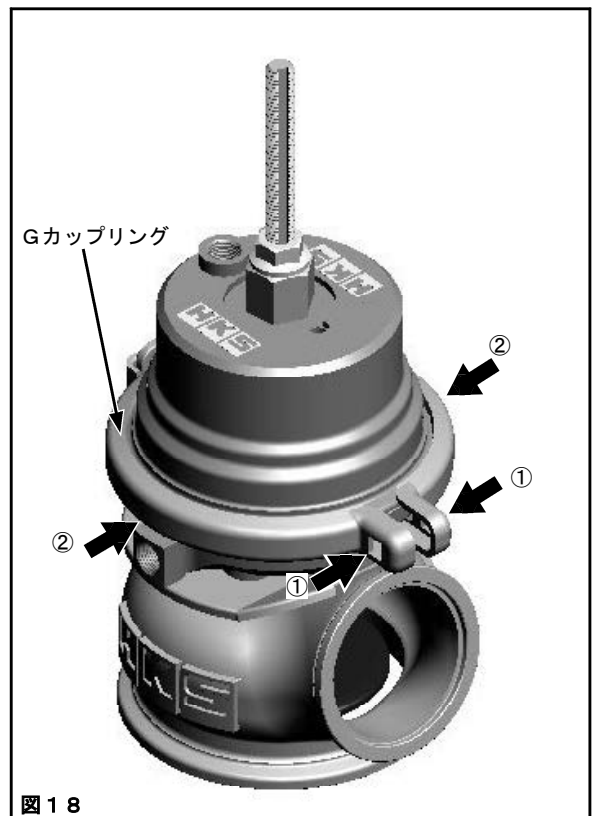
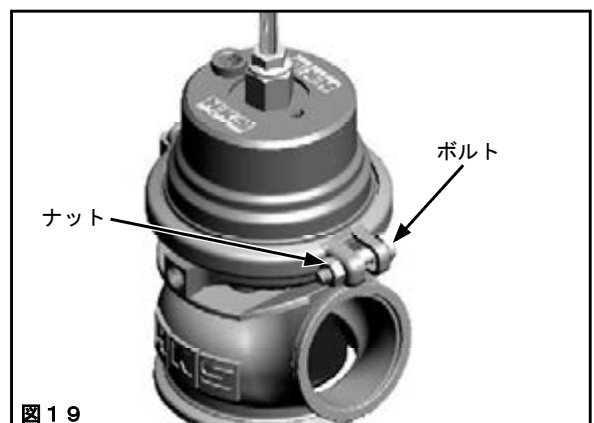

図 18
図 19
- (21) Gカップリングを取付け、①の部分を強く摘んでください。(図18)
- (22) Gカップリングが外れないように、図18の②の部分を押さえたままボルト、ナットを取付けてください。(図18、図19)